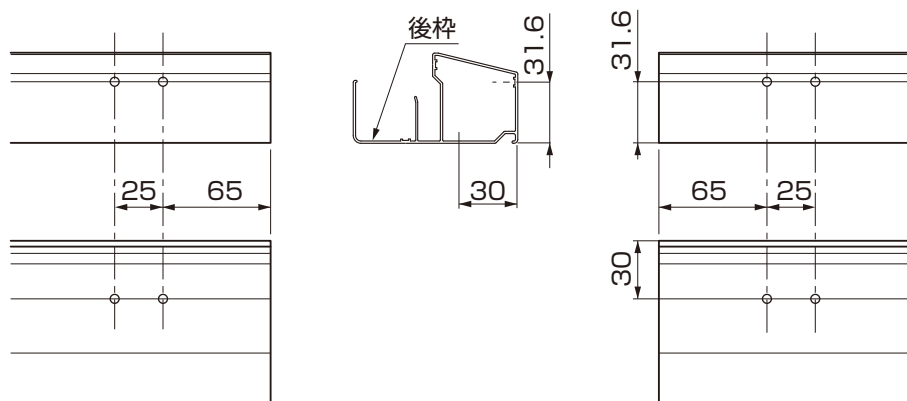
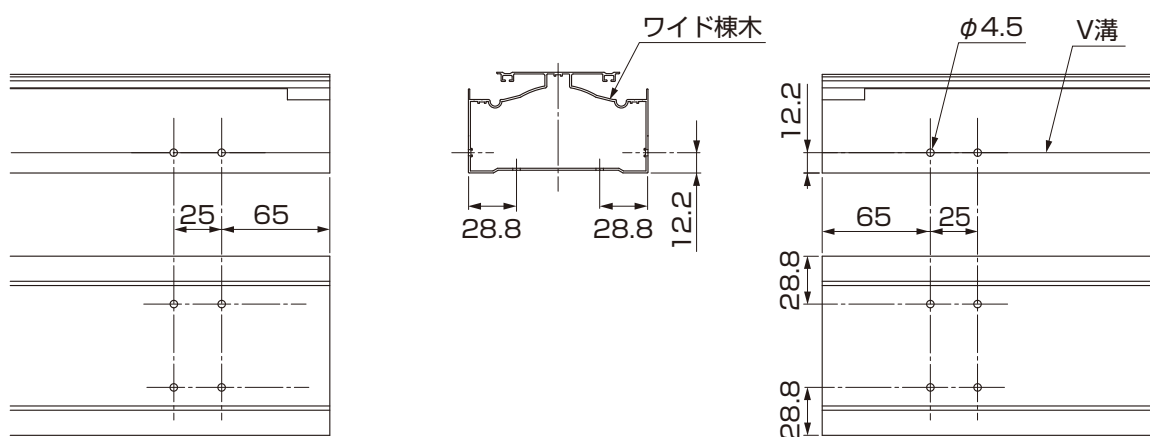
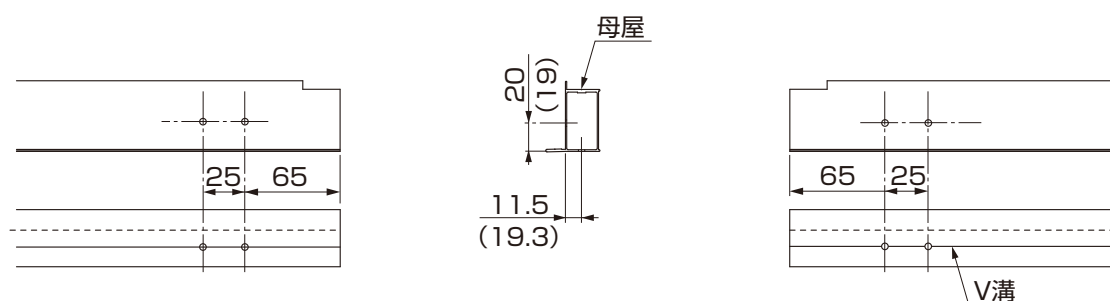

図2-1 後枠の加工
図2-2 ワイド棟木の加工
図2-3 母屋の加工
①後枠・ワイド棟木・母屋の連棟側を穴加工してください。(図2-1、図2-2、図2-3参照)